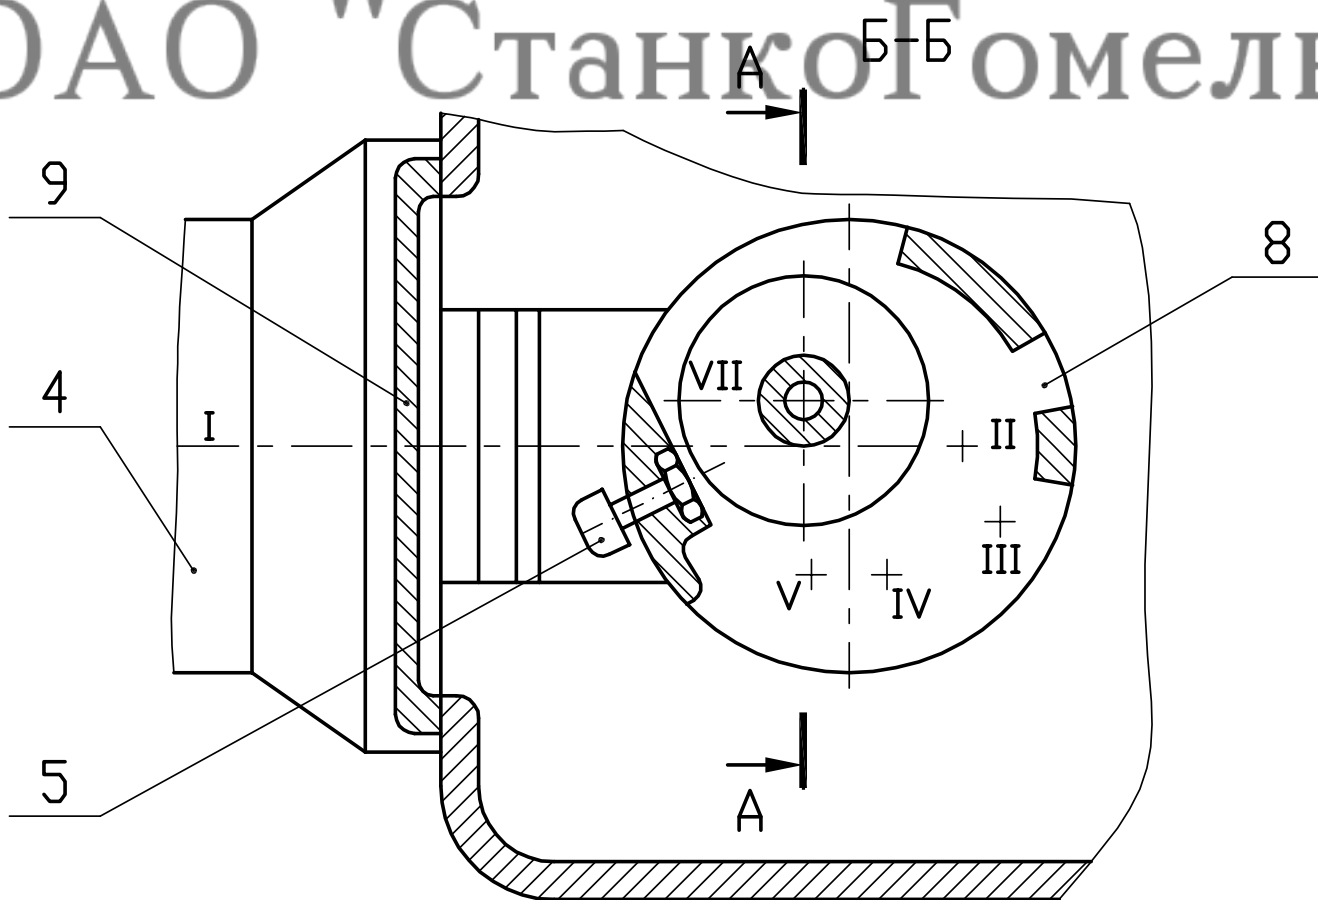

Рисунок 10.14-Расположение муфт в механизме подачи
Момент срабатывания предохранительной муфты 1 (рисунок 10.14) можно определить на слух (слышны щелчки), например, при движении подачи по одной из осей. При этом, рекомендуется изменить режимы резания (уменьшить подачу, глубину резания и т.д.). Если срабатывание предохранительной муфты происходит вследствие уменьшения усилия пружины в муфте, то необходимо произвести дополнительную регулировку предохранительной муфты, которая производится следующим образом:
- снять крышку 10 (рисунок 10.14);
12.2 Демонтаж механизма подачи (рисунок 10.14)